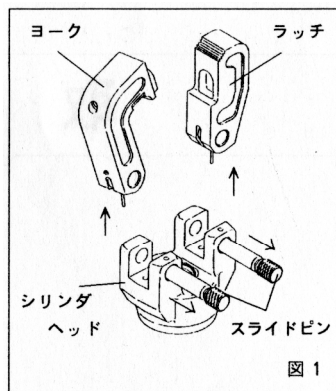

図 1
1. 工本体のラッチを外しヨークを開きます。【図 1】
2. スライドピンを止まるまで引き抜きラッチ、ヨークを外します。【図 1】